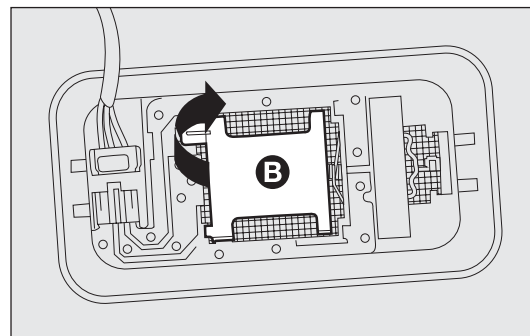

fig. 161
- aprire il coperchietto B-fig. 161 come indicato;